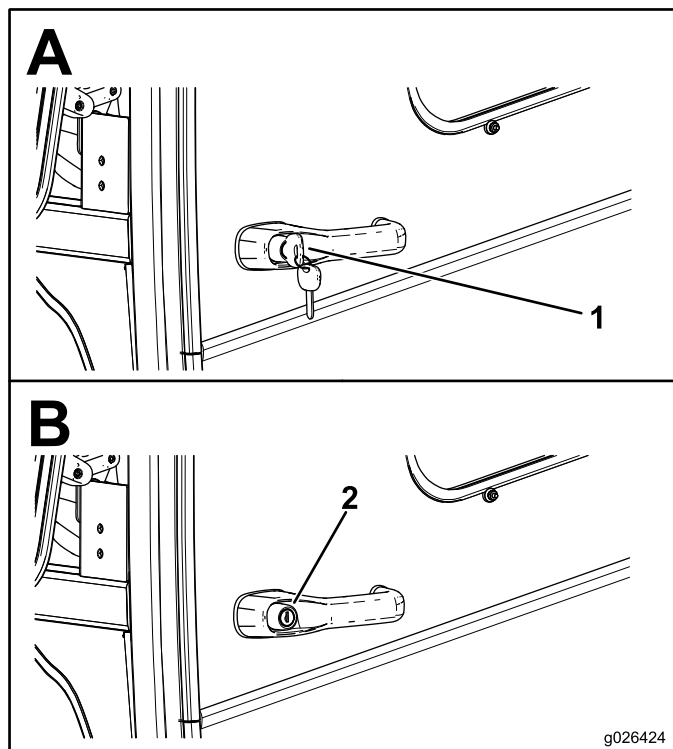

Figura 10
1. Introduzca la llave en el agujero del tirador si la puerta está cerrada con llave, y gire la llave a la posición de abierto (Figura 10).
2. Pulse el botón del tirador y abra la puerta (Figura 10).